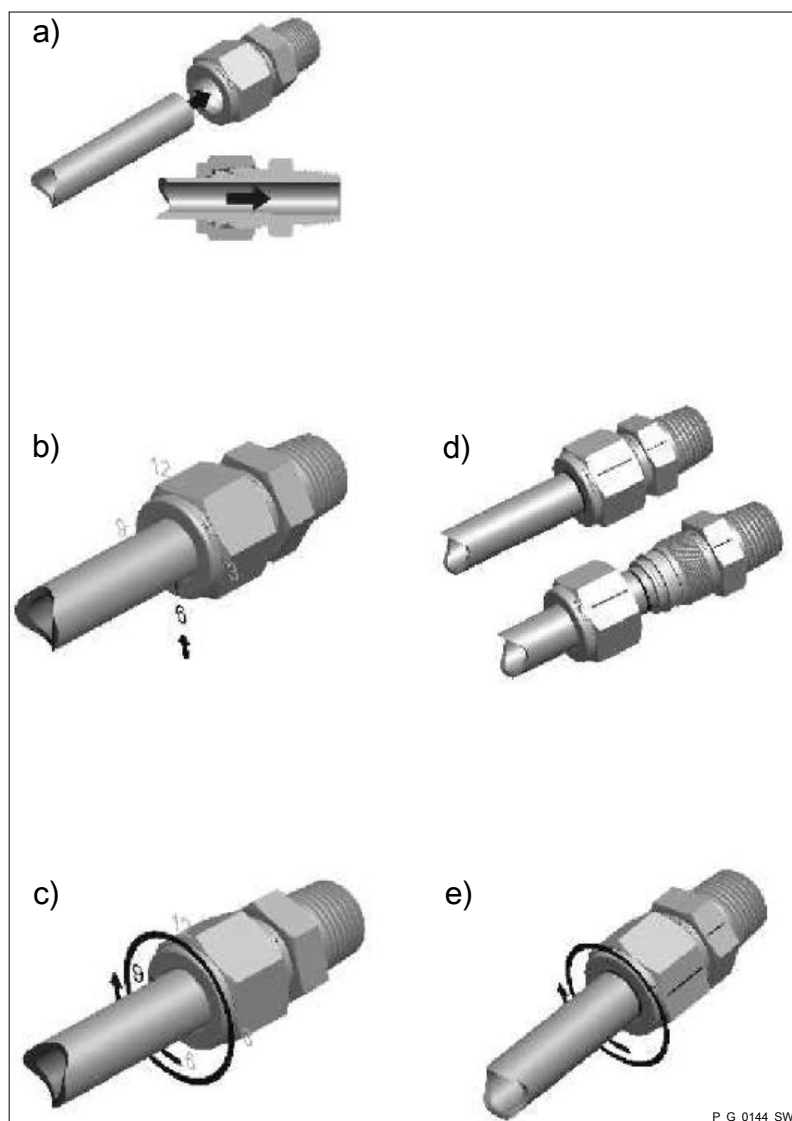

Рис. 8
2. ➤ Вставьте трубу до упора в клапан - на следующих чертежах вместо клапана показан вворачивающийся элемент - см. Рис. 8 а).
4. ➤ Отметьте положение накидной гайки в положении 6 часов - см. Рис. 8 б).
5. ➤ Удерживайте корпус клапана вилочным ключом и затяните накидную гайку другим вилочным ключом на 1 1/4 оборота до положения 3 часа - см. Рис. 8 с).
1. ➤ Перед демонтажом: Проведите линию по двум соседним поверхностям под ключ накидной гайки и клапана - см. Рис. 8 d).
2. ➤ При повторном монтаже: Вставляйте трубу с зажимными кольцами в корпус клапана, пока переднее зажимное кольцо не сядет плотно в клапане - см. Рис. 8 d).
3. ➤ Удерживайте корпус клапана вилочным ключом и затяните накидную гайку другим вилочным ключом до последней позиции, которая показана двумя отметками на трубе и клапане (в этом месте ощутимо повышается сопротивление - см. Рис. 8 e)